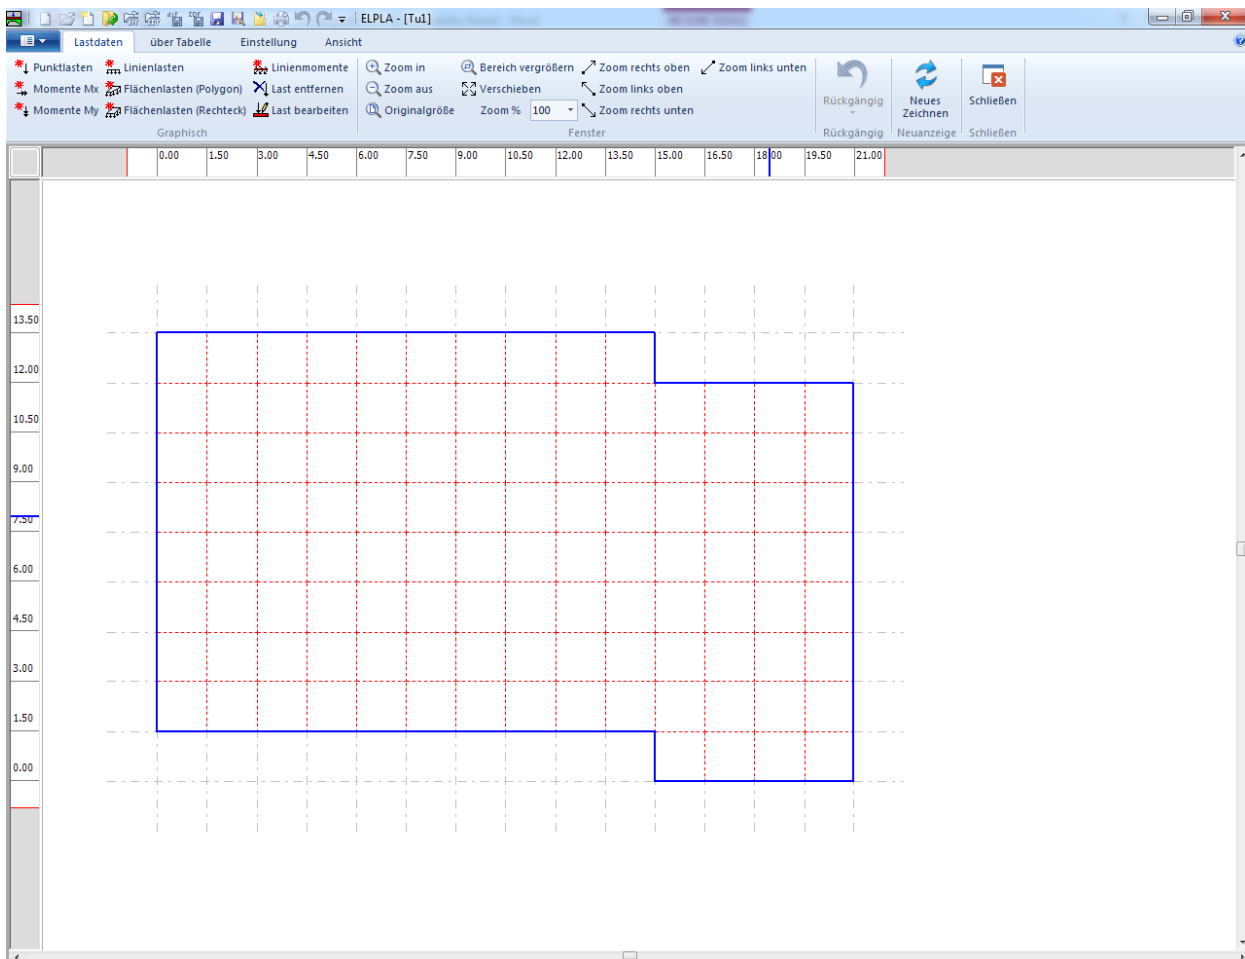
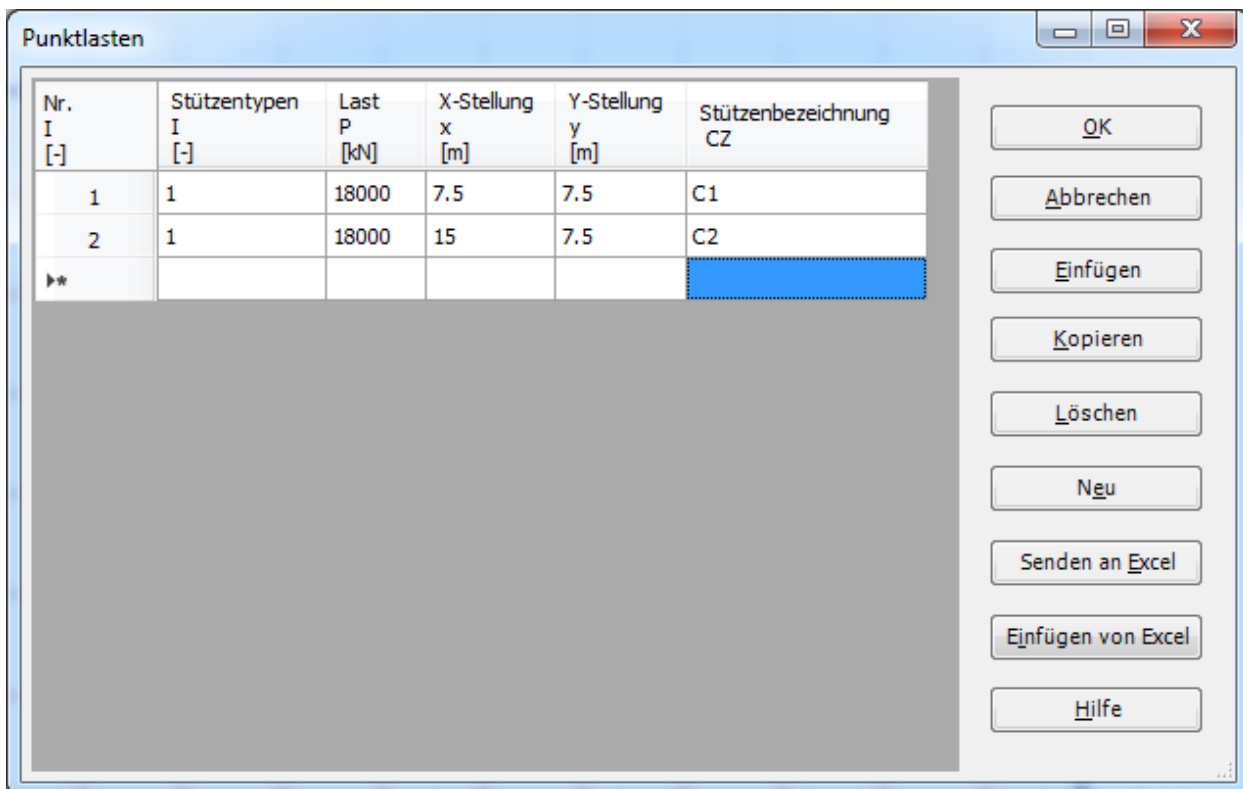

Bild 13.32 "Lastdaten" Fenster
Bild 13.34 Listenfeld "Punktlasten"
- Wählen Sie "Lastdaten" aus der Registerkarte "Daten". Das folgende Fenster im Bild 13.32 erscheint
Im Programm *ELPLA* kann die Eingabe der Lasten entweder numerisch (über Tabelle) oder graphisch durch Verwenden der Befehle im Menü "graphisch" (Bild 13.32) durchgeführt werden. In diesem Beispiel wird die numerische Eingabe der Lasten gezeigt.
- Wählen Sie "Stütztypen" aus dem Menü "über Tabelle" im Fenster von Bild 13.32
- Wählen Sie "Punktlasten" aus dem Menü "über Tabelle" im Fenster von Bild 13.32. Das folgende Listenfeld im Bild 13.34 erscheint
- Geben Sie die einwirkenden vertikalen Punktlasten P [kN] mit der Stellung (x, y) im Koordinatensystem im Listenfeld von Bild 13.34 ein. Dies erfolgt durch Schreiben des Wertes in der entsprechenden Zelle und dann Drücken der "Eingabe"-Schaltfläche. Die Koordinaten für die Lasteingabe P beziehen sich aber immer auf die linke untere Ecke des zugehörigen Fundamentes (lokale Koordinaten)
Wiederholen Sie die vorherigen Schritte, um die Linienlasten einzugeben, mit dem Befehl "Linienlasten" aus dem Menü "über Tabelle" im Fenster von Bild 13.32.